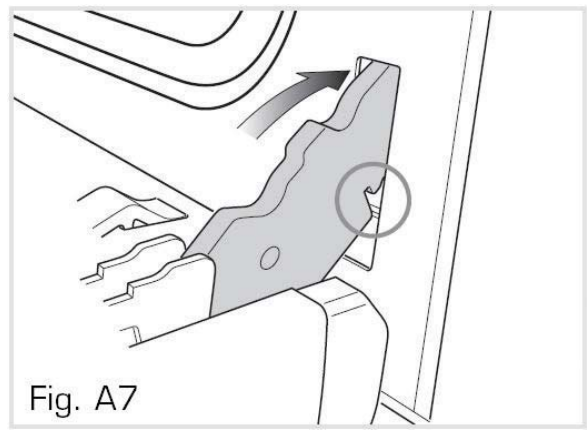

Fig. A7
2. Insérez le crochet des charnières (droite et gauche) dans leur emplacement ; assurez-vous que l'encoche soit dans son logement (fig. A7).